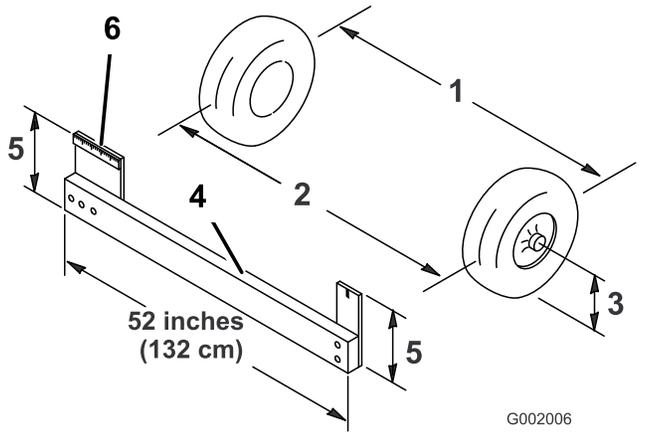

図 48
4. 前輪の前と後ろで、左右のタイヤの中央線間距離を測る計測はアクスルの高さで行う 図 48。
注 前輪の後ろで、アクスルの高さで測定を行うには市販または手製のトーイン測定器が必要となる。前後の計測とも同じ道具を使用し、アクスルの高さで正しく測定すること 図 48。